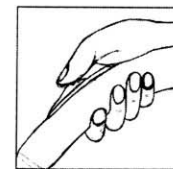

Рис.5
- На ручке шланга имеется клавиша регулировки воздушного потока, перемещая которую, можно также изменять силу всасывания (рис.5).